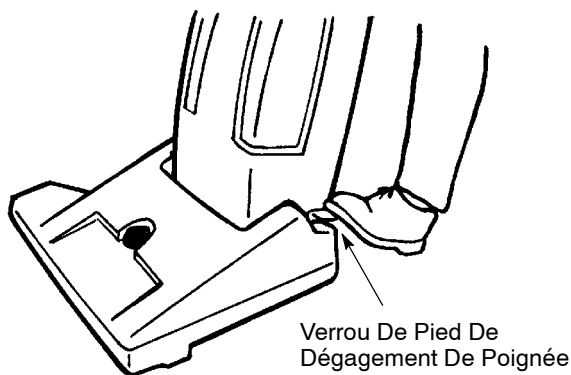

FIG. 2
2. Abaissez la poignée pour l'amener sur la position fonctionnement en relâchant la pédale de relâchement de la poignée (Figure 2).